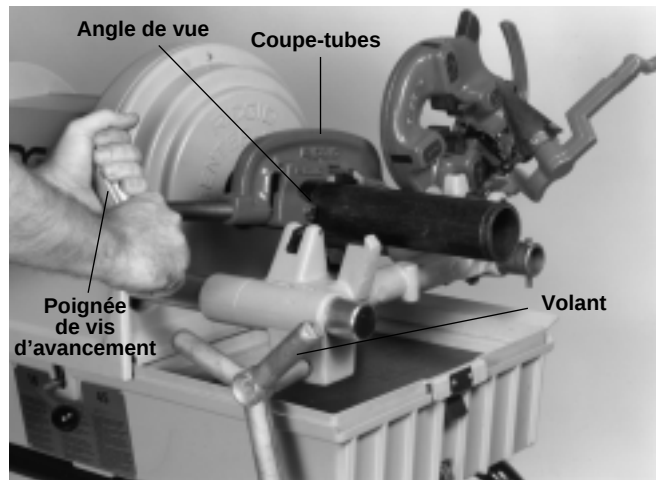

Figure 8 – Coupe des tuyaux à l'aide du coupe-tubes n° 364
3. Serrez la poignée de la vis d'avancement pour amener le coupe-tubes contre le tuyau, tout en gardant le galet aligné sur le tuyau (Figure 8).